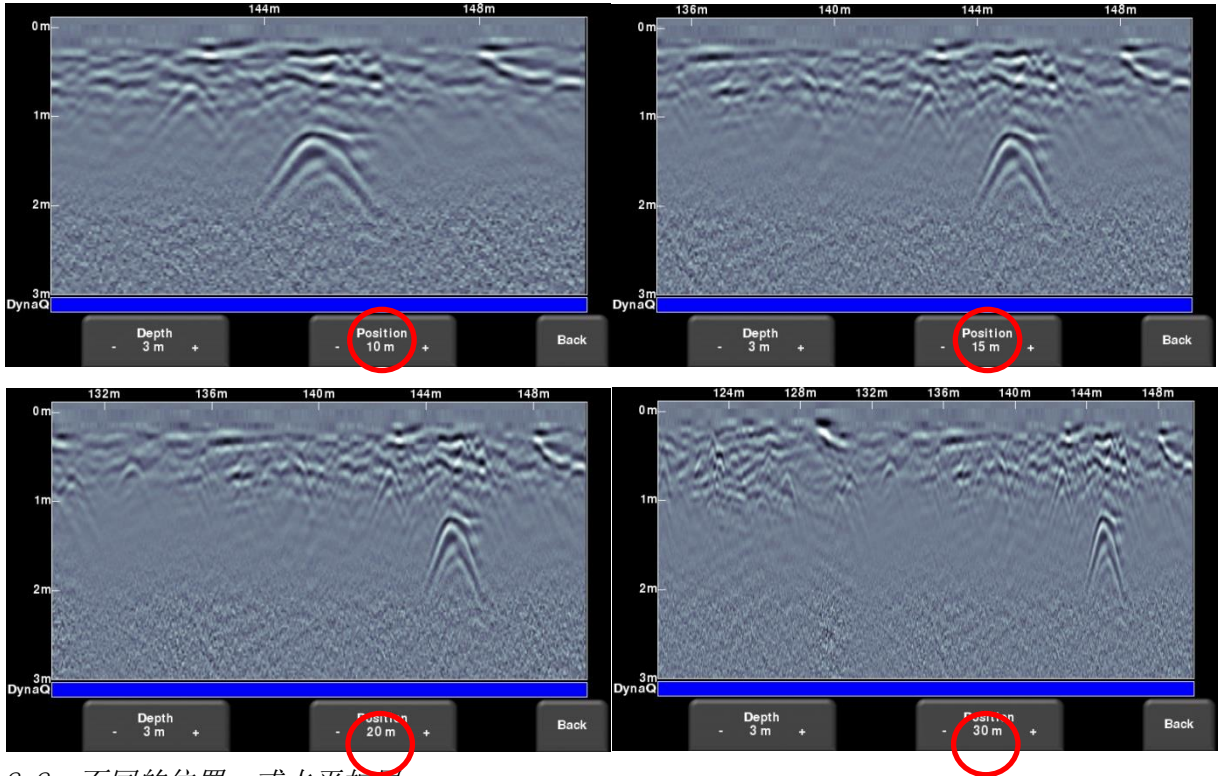

图 8-8: 不同的位置, 或水平扩展
- **位置 (Position)** - 按**位置 (Position)** 按钮下方的 + 和 - 按钮可更改单个屏幕上显示的数据长度。这也称为水平扩展。预设值范围为 10-30 米 (25-100 英尺)，参见图 8-8。